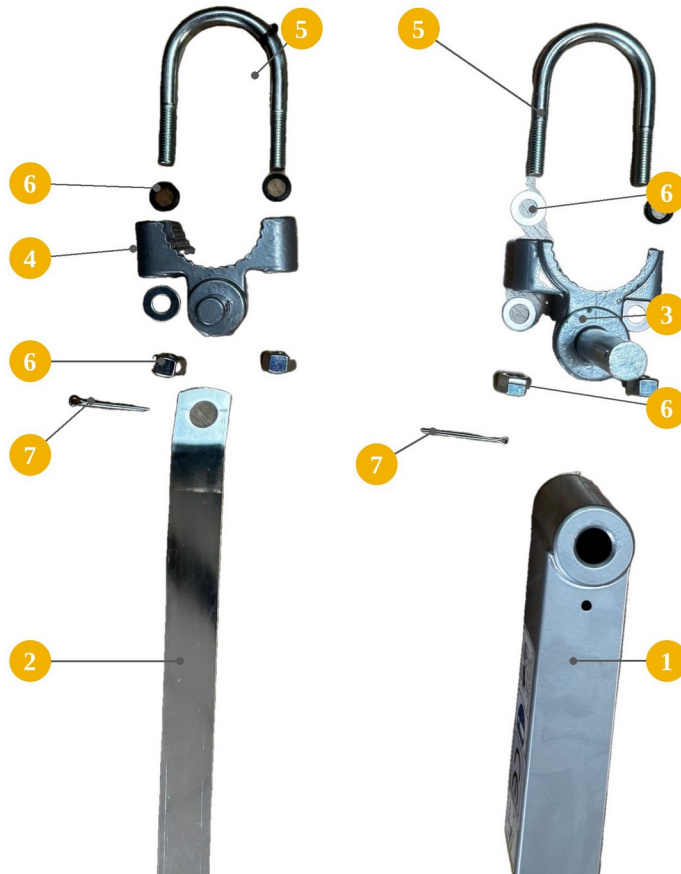

FIG. 4 — Suportes, abraçadeiras e cavilhas
- 3) Coloque o suporte inferior (3) contra o tubo, com o pivô vertical virado para cima. Passe a abraçadeira em U (5) à volta do tubo, introduza as suas extremidades nos furos do suporte, coloque as anilhas e as porcas (6) e aperte-as à mão (Fig. 4).
- 4) Monte da mesma forma o suporte superior (4) acima do inferior, na mesma vertical e virado para o mesmo lado.
- 5) Introduza a extremidade da lança (1) no pivô do suporte inferior (3) e fixe-a com uma cavilha fendida (7), abrindo as suas pernas.
- 6) Introduza o olhal do tirante (2) no pivô do suporte superior (4) e fixe-o com a outra cavilha fendida (7).